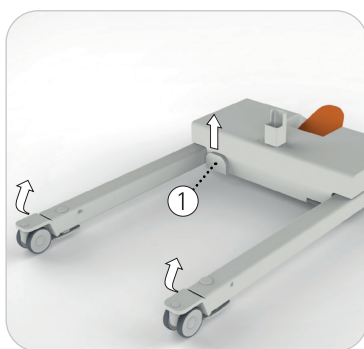

Fig. 4.7, 4.8
veja Fig. 4.7, 4.8 Retire a capa de proteção ① por cima.